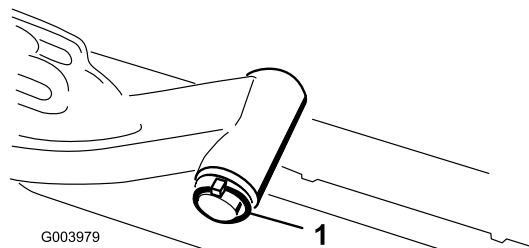

Figure 12
- A. Retirez la goupille à anneau et la rondelle qui fixent l'axe de pivot du bras de relevage au bras de relevage, et sortez l'axe de pivot du bras de relevage (Figure 12).
- C. Insérez l'axe du bras de relevage dans le bras de relevage et fixez-le à l'aide de la rondelle et de la goupille à anneau (Figure 12).